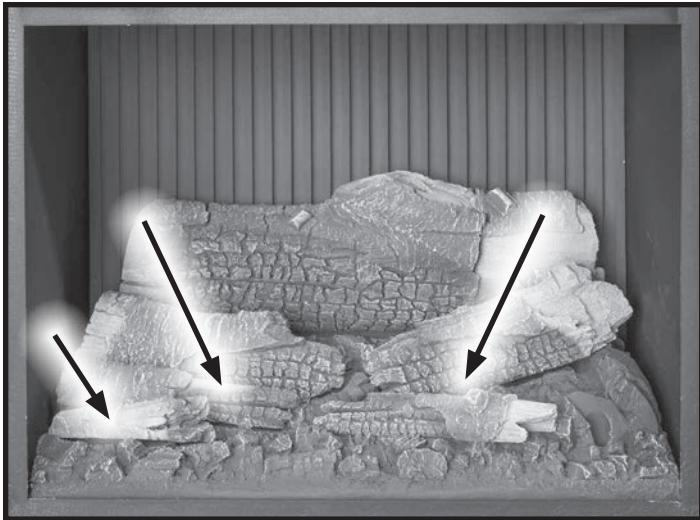

Figure 41. Bûches d'en avant
5. Installer les trois bûches d'avant comme illustré à la Figure 41. Remarque l'emplacement des encoches sur le dos de la consigne. Les dépressions dans le lit d'emberes et les bûches permettent que tous soit installé que d'une seule façon.